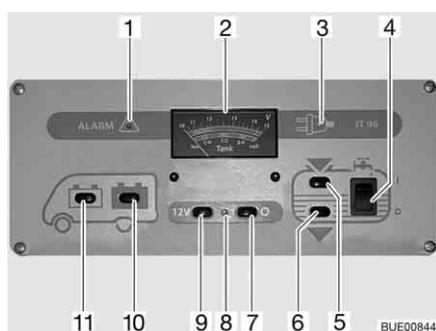

Fig. 87 Panel IT 96-2
El interruptor principal de 12 V (Fig. 87,7 y 9) conecta y desconecta el panel y la alimentación de 12 V del habitáculo.
Conectar: ■ Pulsar el interruptor (Fig. 87,9) "12 V": La alimentación de 12 V del habitáculo está conectada. La luz de control (Fig. 87,8) se enciende de color verde.
Desconectar: ■ Pulsar el interruptor (Fig. 87,7) "O": La alimentación de 12 V del habitáculo está desconectada. La luz de control (Fig. 87,8) se apaga.
Observar la escala superior del instrumento indicador V/depósito (Fig. 87,2). El instrumento indicador se ilumina automáticamente al accionar el interruptor.
- Pulsar el interruptor (Fig. 87,11) "🔌": Indica la tensión de la batería del motor de arranque.
- Pulsar el interruptor (Fig. 87,10) "🔌": Indica la tensión de la batería del habitáculo.
Observar la escala inferior del instrumento indicador V/depósito (Fig. 87,2). El instrumento indicador se ilumina automáticamente al accionar el interruptor.
- Pulsar el interruptor (Fig. 87,5) "": Indica la cantidad de agua.
- Pulsar el interruptor (Fig. 87,6) "": Indica la cantidad de aguas residuales.
- Pulsar el interruptor basculante (Fig. 87,4) por arriba "I": El suministro de agua está conectado.
- Pulsar el interruptor basculante (Fig. 87,4) por abajo "O": El suministro de agua está desconectado.
La luz roja de "ALARMA" (Fig. 87,1) parpadea en cuanto la tensión de la batería del habitáculo baja de 11 V (medición durante el servicio) y hay peligro de descarga completa.
Se enciende la luz de control de 12 V (Fig. 87,8) cuando se conecta el interruptor principal de 12 V (Fig. 87,9).
Se enciende la luz de control de 230 V (Fig. 87,3) amarilla cuando hay tensión de red en la entrada del bloque eléctrico.